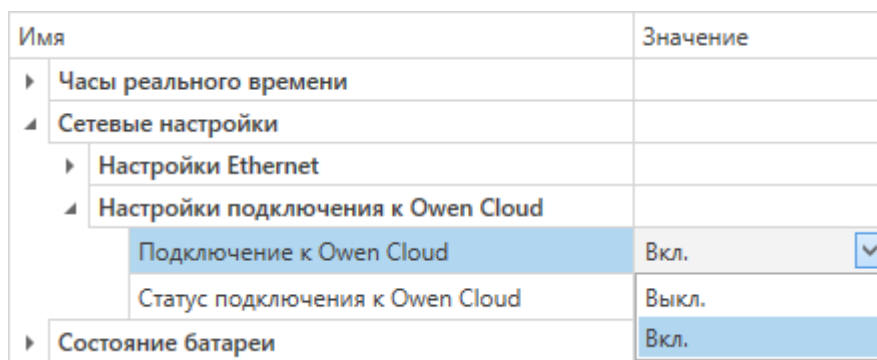

Рисунок 6.5 – Настройка автоматического подключения к облачному сервису
2. Задать значение **Вкл.** в параметре «Подключение к OwenCloud» (рисунок 6.5).